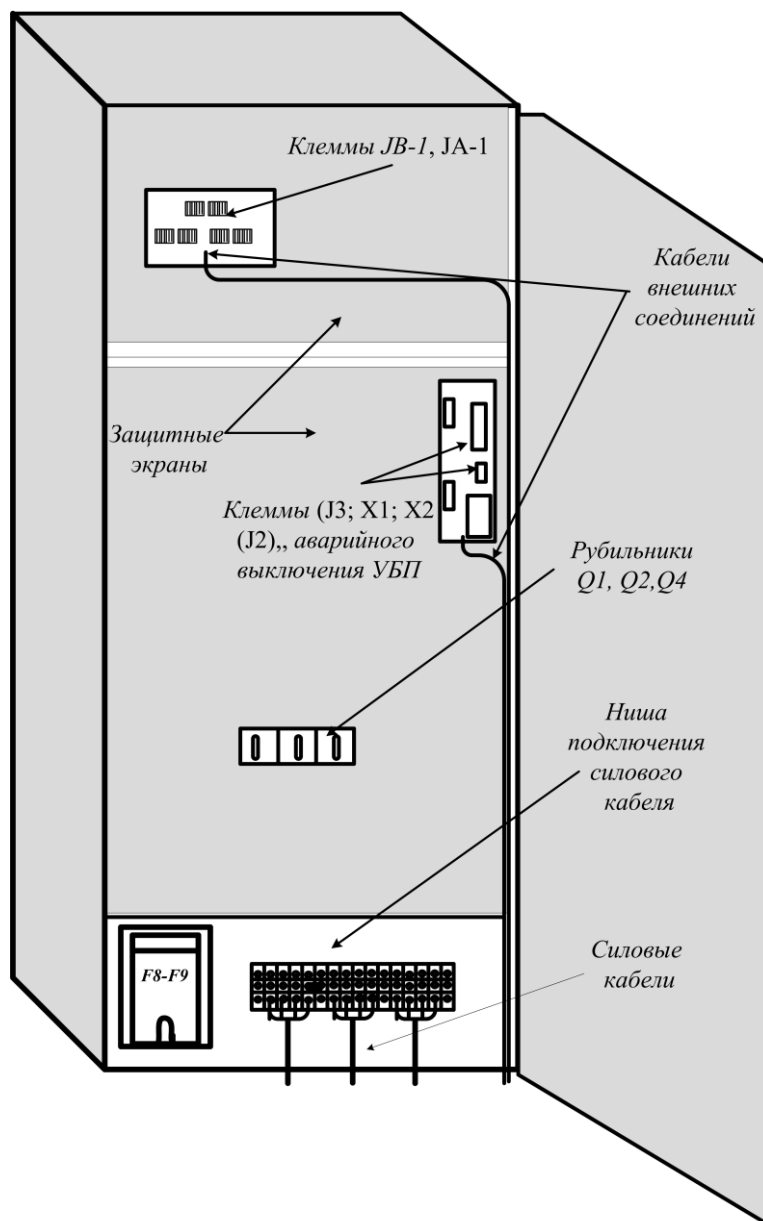
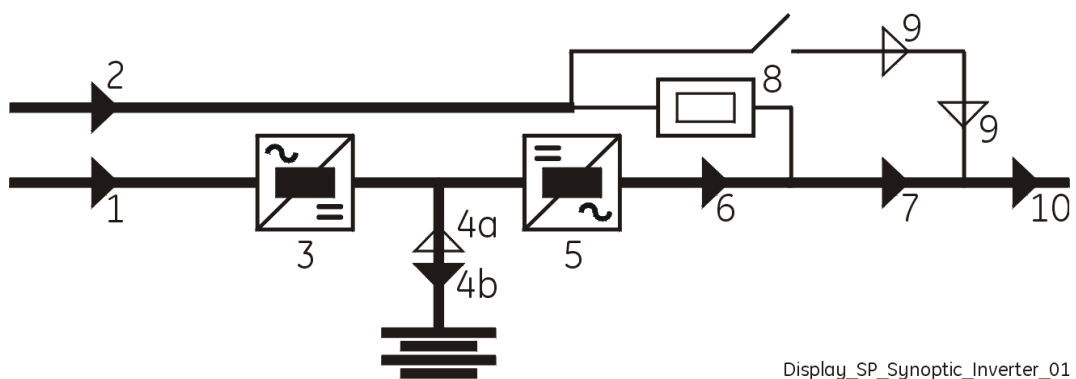

Рисунок 1. Зоны осмотра соединений внешних подключений
Рисунок 2. ЖК-дисплей показывает статус «нагрузка на инверторе» (нормальный режим)
- убедиться, что УБП функционирует в режиме нормальной работы, инвертор питает нагрузку, выключатели Q1 и Q4 включены, а Q2 выключен. Предохранители батареи F8–F9 вставлены (см. рис. 1). На ЖК-дисплее отображается режим нормальной работы «нагрузка на инверторе» (см. рис. 2);
ЖК-дисплей отображает информацию «нагрузка на инверторе» (см. рис.2 данной карты технологического процесса).